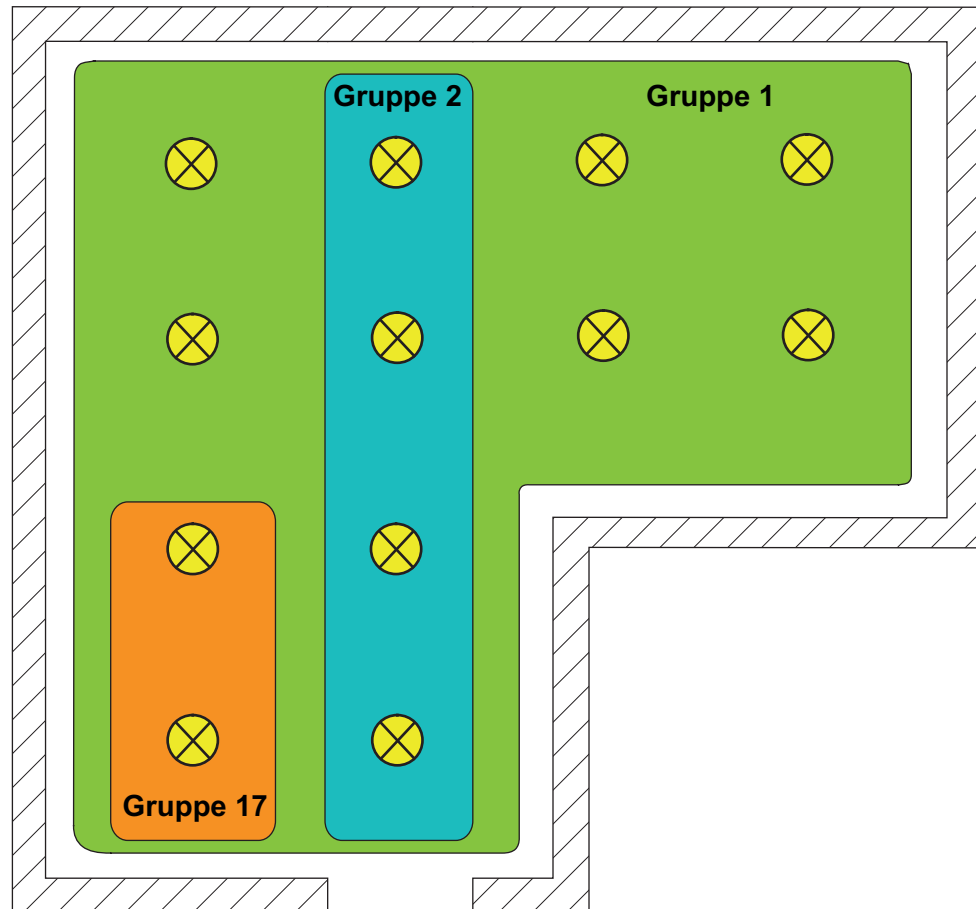

Bild 16: Beispiel einer Mehrfachzuordnung von Betriebsgeräten -
- i** DALI-Betriebsgeräte, die mehreren Gruppen zugewiesen sind, stellen sich immer auf den zuletzt über eine der zugeordneten Gruppen eingestellten Zustand ein. In diesem Fall kann die Rückmeldung des Schaltstatus oder des Helligkeitswertes einer Gruppe nicht immer eindeutig sein. Die folgenden Beispiele verdeutlichen dieses Verhalten (Bild 16):